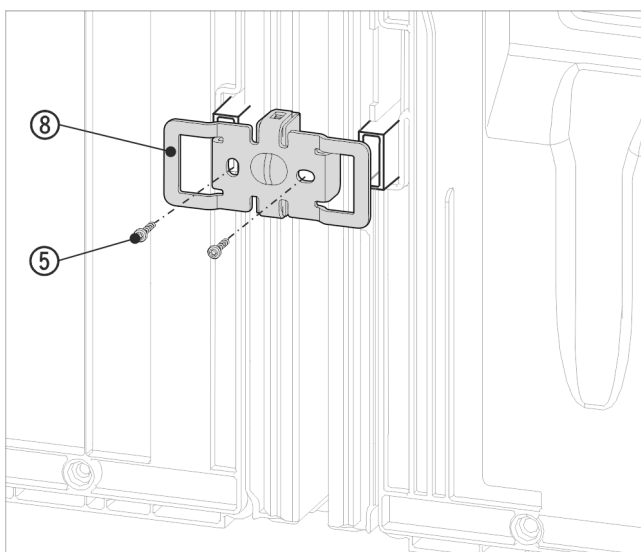

Fig. 18 Примерно изображение
- ▶ Вкарайте отново ъгъла Fig. 18 (8) с прорезите върху държачите за детайлите за отстояние от стената.
- ▶ Завинтете с 2 винта Fig. 18 (5).